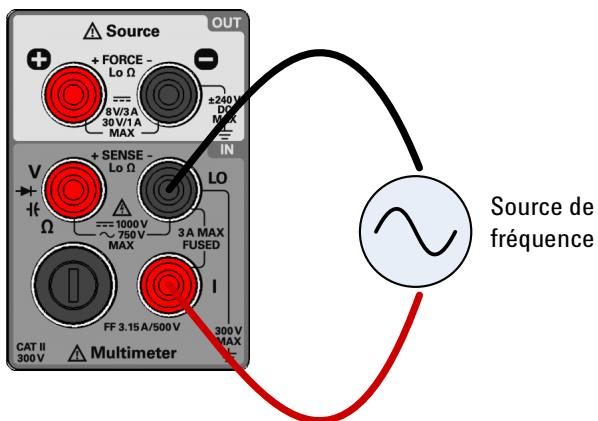

Figure 2-6 Branchements pour mesurer une fréquence, une largeur d'impulsion et un rapport cyclique via la voie de courant
- 2 Raccordez les cordons de test rouge et noir aux bornes d'entrée **I** (rouge) et **L0** (noire), comme indiqué dans la Figure 2-6.
- Raccordez les cordons de test rouge et noir aux bornes d'entrée **I** (rouge) et **L0** (noire), comme indiqué dans la Figure 2-6.
- 3 Raccordez les cordons de test rouge et noir aux bornes d'entrée **I** (rouge) et **L0** (noire), comme indiqué dans la Figure 2-6.